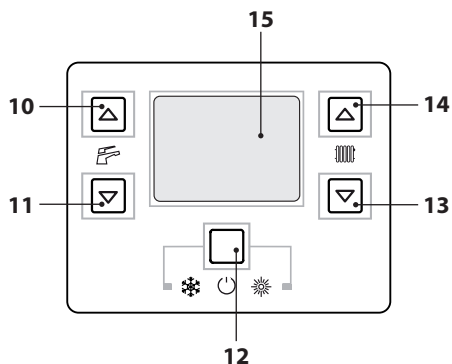
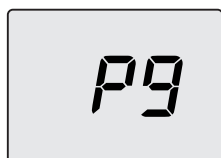

Figura 7.2
Figura 7.4
- Entre en la "modalidad de programación" pulsando simultáneamente durante 10 segundos los botones 12-13-14 (Figura 7.2) hasta que aparezcan en el display LCD las letras **P01** que se alternan con el valor del parámetro, indicando que se ha entrado en el "parámetro 01" (Figura 7.3).
- Pulse el botón 13 o 14 (Figura 7.2) para desplazar los parámetros hasta el parámetro **P09** (deshollinador) (Figura 7.4).
- Pulse simultáneamente los botones 12 y 14 para visualizar el valor **00** (deshollinador no activado) (Figura 7.4). Utilice los botones 10 o 11 para cambiar este valor a **01** (deshollinador activado al mínimo en calefacción) y pulse el botón 12 para confirmar. El display muestra **LP** alternado con la temperatura mínima del agua sanitaria (Figura 7.5).
- Utilice los botones 13 o 14 (Figura 7.2) hasta llegar al estado **dP** (deshollinador activado al máximo en agua sanitaria) y pulse el botón 12 para confirmar. El display muestra **dP** alternado con la temperatura máxima en agua sanitaria.
- Pulse el botón 14 (Figura 7.2) para desplazar los parámetros hasta el parámetro **P09** (des-hollinador) (Figura 7.4).
- Utilice los botones 14 o 13 (Figura 7.2) para aumentar o reducir el valor. Espere 3 segundos para que se establezca la presión del gas y luego vea el valor indicado en el manómetro de gas. **Recuerde mantener la evolución ascendente.**
- Pulse el botón 11 (Figura 7.2) durante 1 segundo para memorizar el valor.
- Pulse el botón 10 (Figura 7.2) para pasar a la calibración del mínimo de gas. El display muestra S-L alternado con el parámetro de potencia mínima absoluta (Figura 7.14).
- Utilice los botones 14 o 13 (Figura 7.2) para aumentar o reducir el valor. Espere 3 segundos para que se establezca la presión del gas y luego vea el valor indicado en el manómetro de gas. **Recuerde mantener la evolución descendente.**
- Pulse el botón 10 (Figura 7.2) para comprobar el valor máximo definido y corregirlo en caso necesario, siguiendo el procedimiento descrito previamente.
- Pulse el botón 10 (Figura 7.2) para comprobar el valor mínimo definido y corregirlo en caso necesario, siguiendo el procedimiento descrito previamente.